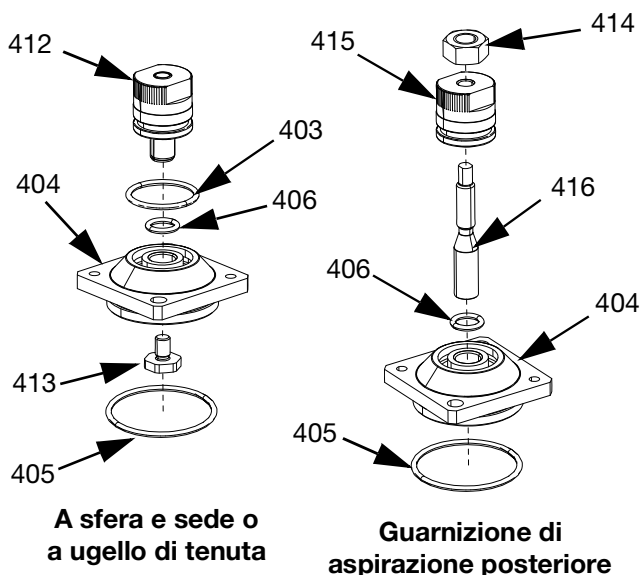
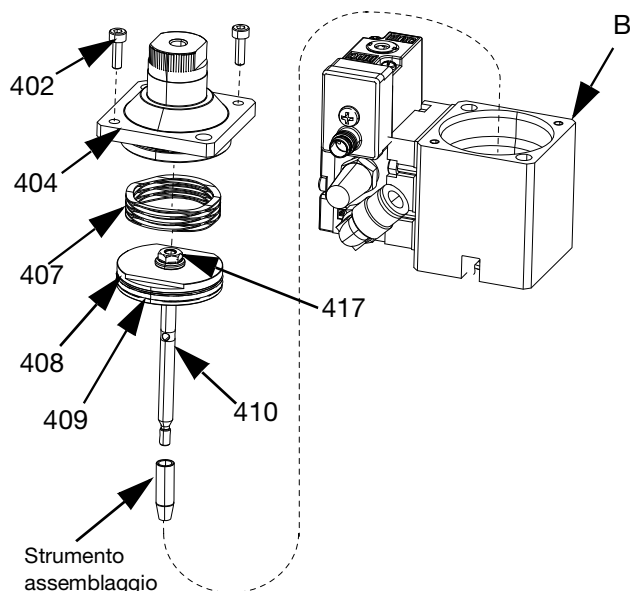

FIG. 21
FIG. 22
1. Per assemblare il cappuccio del cilindro dell'aria (404) sulle valvole dotate dei gruppi sfera e sede o ugello di tenuta:
- a. Installare l'anello di tenuta (403) sul gruppo manopola (412). Posizionare l'o-ring (406) nel cappuccio del cilindro dell'aria (404). Vedere FIG. 21.
- b. Lubrificare l'anello di tenuta (403) sul gruppo manopola (412) e avvitarlo nel cappuccio del cilindro dell'aria (404). Vedere FIG. 21.
- c. Applicare il frenafili anaerobico blu in dotazione sulle filettature dell'arresto del regolatore (413) e avvitarlo nel gruppo manopola (412). Serrare a una coppia di 0,90-1,2 N•m (8-10 in-lb) Vedere FIG. 21.
2. Per assemblare il cappuccio del cilindro dell'aria (404) sulle valvole dotate di gruppi ugello di aspirazione posteriore:
- a. Installare l'o-ring (406) nel cappuccio del cilindro dell'aria (404). Inserire l'adattatore dell'asta (416) nel cappuccio del cilindro dell'aria (404). Vedere FIG. 21.
- b. Installare l'anello di tenuta (405) nel cappuccio del cilindro dell'aria (404). Vedere FIG. 21.
- c. Avvitare il gruppo manopola (415) e il controdado (414) sull'adattatore della biella (416). Vedere FIG. 21.
3. Per assemblare la sezione dell'aria (B) sulle valvole dotate dei gruppi sfera e sede o ugello di tenuta:
- a. Sostituire l'anello di tenuta del pistone (408) se risulta graffiato, tagliato o usurato. Vedere FIG. 22.
- b. Installare l'utensile di assemblaggio sull'ugello dell'asta del pistone (410), quindi inserirla nella sezione dell'aria (B). Vedere FIG. 22.
- d. Posizionare la molla (407) sulla parte superiore del pistone (409). Vedere FIG. 22. Riposizionare il cappuccio del cilindro dell'aria (404) e inserire le viti (402). Premere sul cappuccio del cilindro dell'aria (404) per comprimere la molla (407). Serrare a una coppia di 0,90-1,12 N•m (8-10 in-lb)